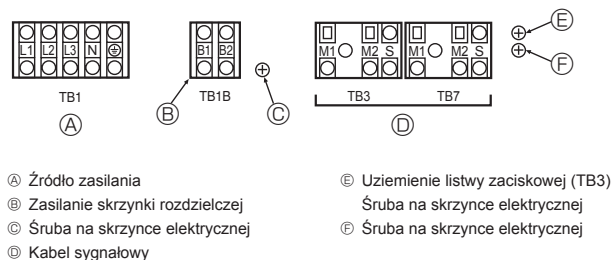

Fig. 6-1
6.2. Skrzynka sterująca i miejsce podłączenia okablowania (Fig. 6-1).